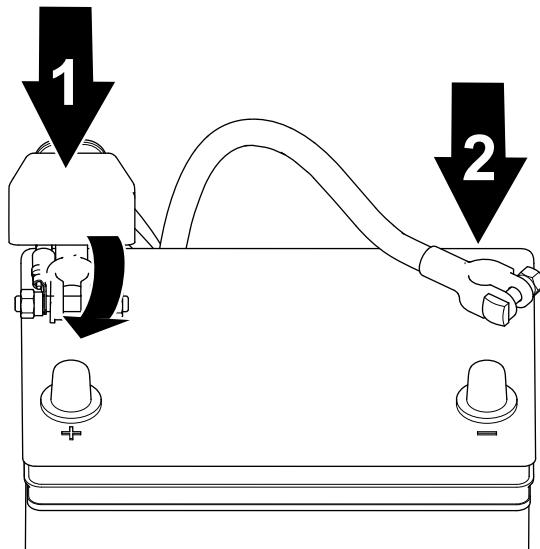

図 38
2. マイナス-ケーブルをバッテリに接続し、クランプナットで接続する図 38。
1. プラス+ケーブルをバッテリーに接続し、クランプナットで接続する図 38。